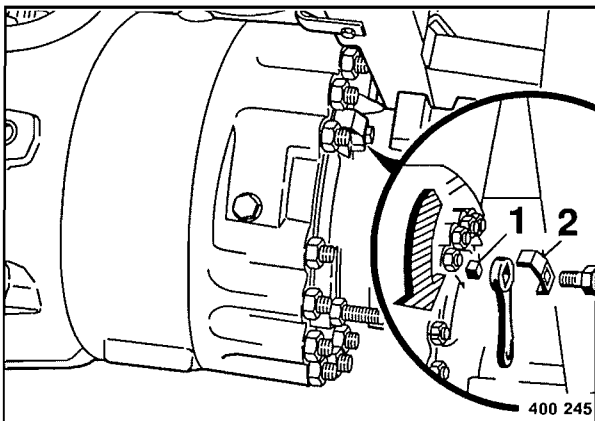

Fig. 111
- Desenroscar la chapa de desseguridad (Fig. 111).
- Girar el cuadrado (1) hasta el tope en sentido contrario de las agujas del reloj.